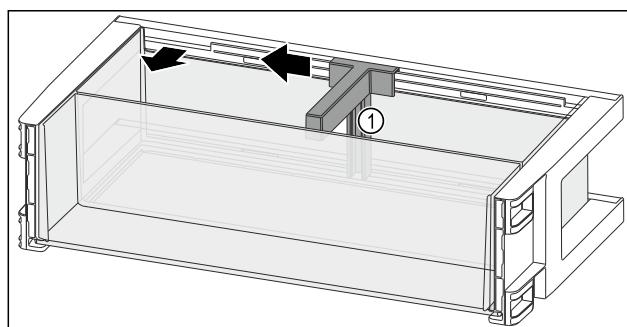

Fig. 92
- Držák lahví Fig. 92 (1) posuňte na stranu až k vybrání.
- Držák lahví Fig. 92 (1) odeberte.